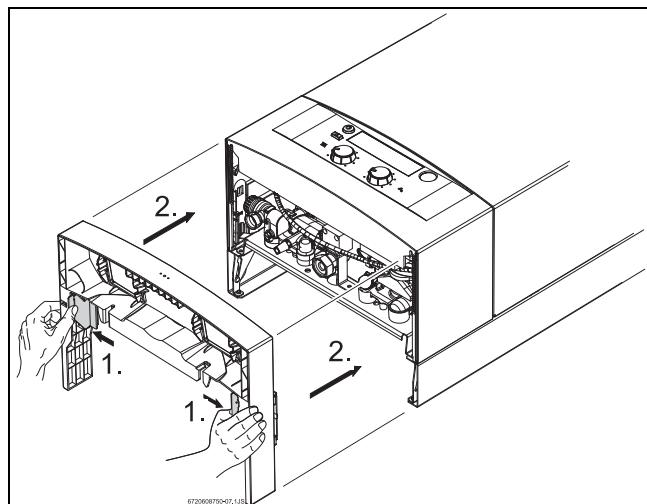

Fig. 14 Colocación del cajón
- Posicionar el cajón como en el Fig. 14.